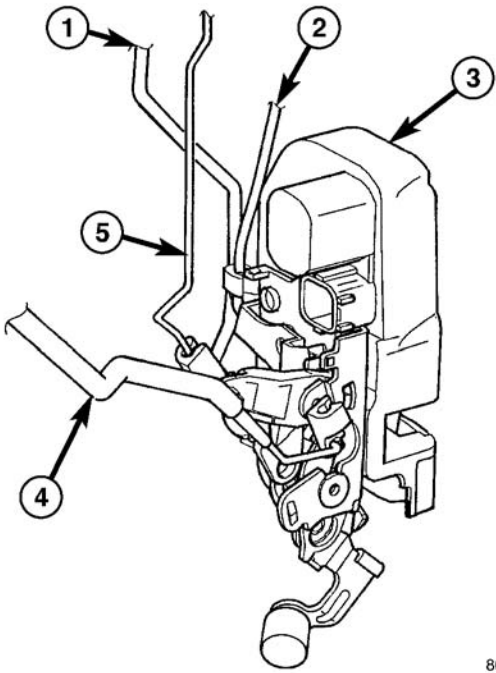
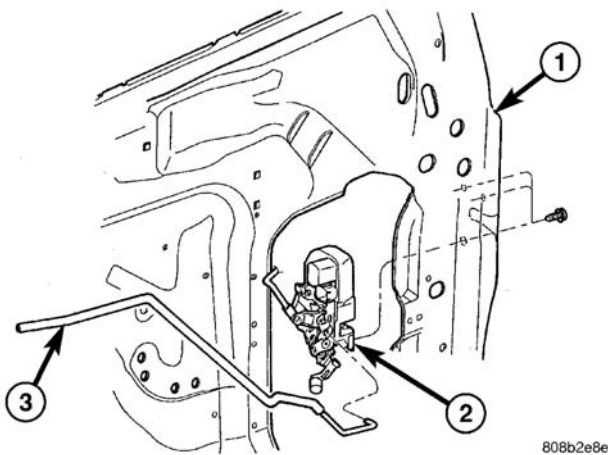

图 9 锁闭总成
图 10 前门锁门
- (1) 向上升起车门玻璃。
- (2) 卸下前门装饰板。（参见 23-车身/车门-前门/装饰板-拆卸）
- (3) 为能接近外车门把手，须先拆卸密封条。
- (4) 如配备电动门锁，则经由内车门板后部的检查孔，将导线接头拆离电动门锁电机。
- (5) 断开将连杆夹至车门锁闭的夹子（图 9）。
- (6) 将连杆拆离车门锁。
- (7) 拆卸将车门锁闭固定到车门框的螺钉（图 10）。
- (8) 将车门锁闭拆离车门。
- (1) 将把手门锁连杆插入车门锁闭，并闭合夹子（图 9）。
紧固螺钉至 $10 \text{ N} \cdot \text{m}$ (90 in.lbs.) 的扭矩（图 10）。